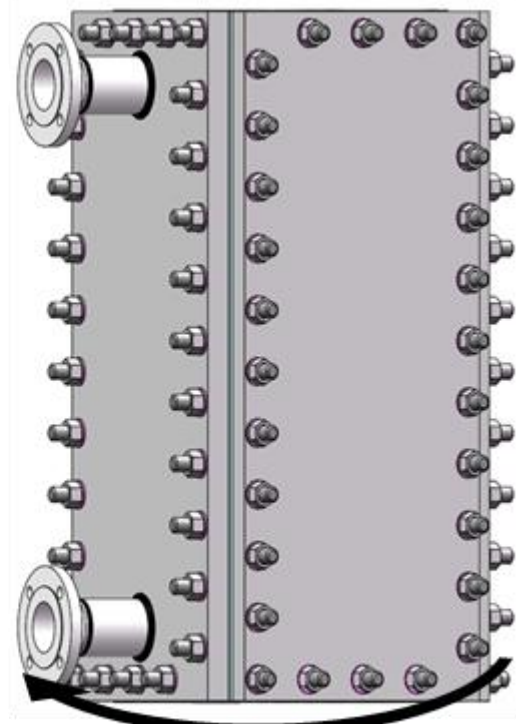

Figure 20
- Respecter le sens de pré-serrage de la figure 20.